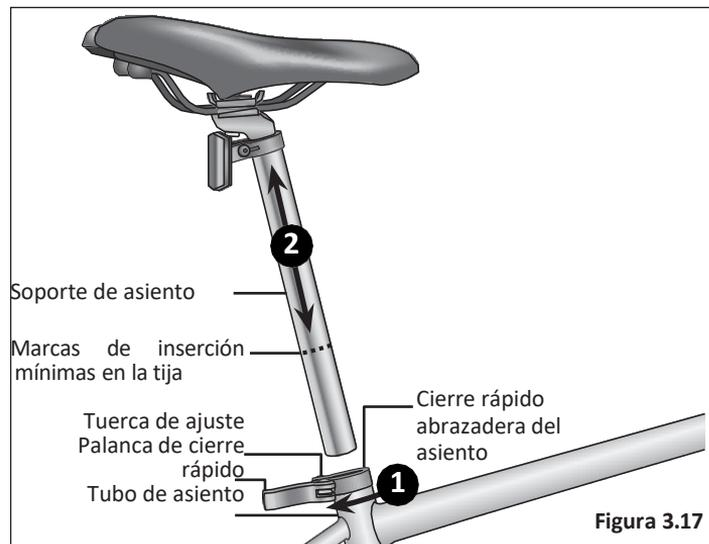

Figura 3.17
❶ Desbloquee la palanca de cierre rápido e inserte la tija de sillín en el tubo de sillín. **Figura 3.17**
❷ Ajuste la altura del asiento hacia arriba o hacia abajo hasta que el ciclista sienta que tiene el control de la bicicleta y se sienta cómodo.